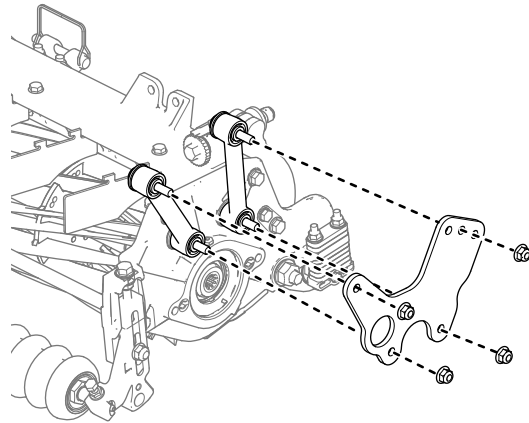

Bild 22
2. Setzen Sie die Aufspannplatte auf die Schrauben und befestigen Sie diese mit den zuvor entfernten Muttern. (Bild 22).